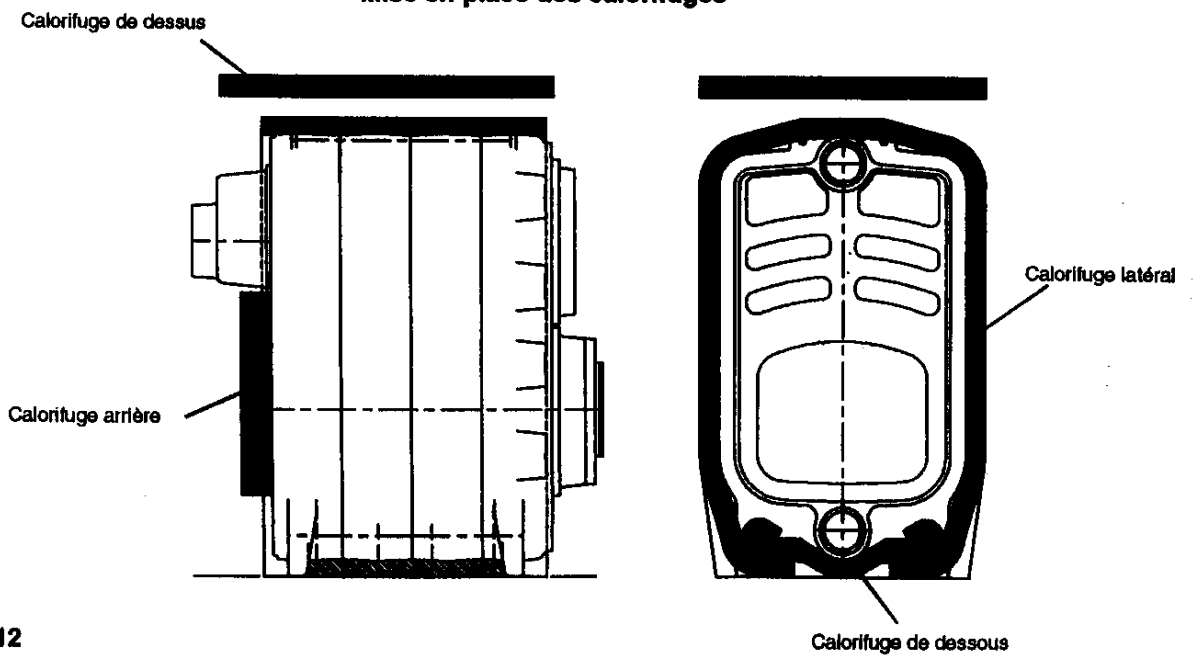

Fig. 12
Calorifuges du corps (33) (voir figure 12)	<ul style="list-style-type: none"> <li>• Positionner le calorifuge de dessous (forme de croix, épaisseur 50 mm sur voile noir) sous le corps de chauffe en prenant soin de coincer les extrémités entre les tringles d'assemblage et le corps.</li> <li>• Recouvrir la totalité du corps par le calorifuge latéral (épaisseur 50 mm) et bloquer ses extrémités sous le corps (suivant la figure 12).</li> <li>• Sur l'élément arrière, insérer le calorifuge (épaisseur 100 mm) sur les entretoises.</li> <li>• NOTA : Pour les corps 8 et 9 éléments, le calorifuge latéral est livré en 2 parties à placer jointivement, le grand morceau vers l'avant.</li> </ul>